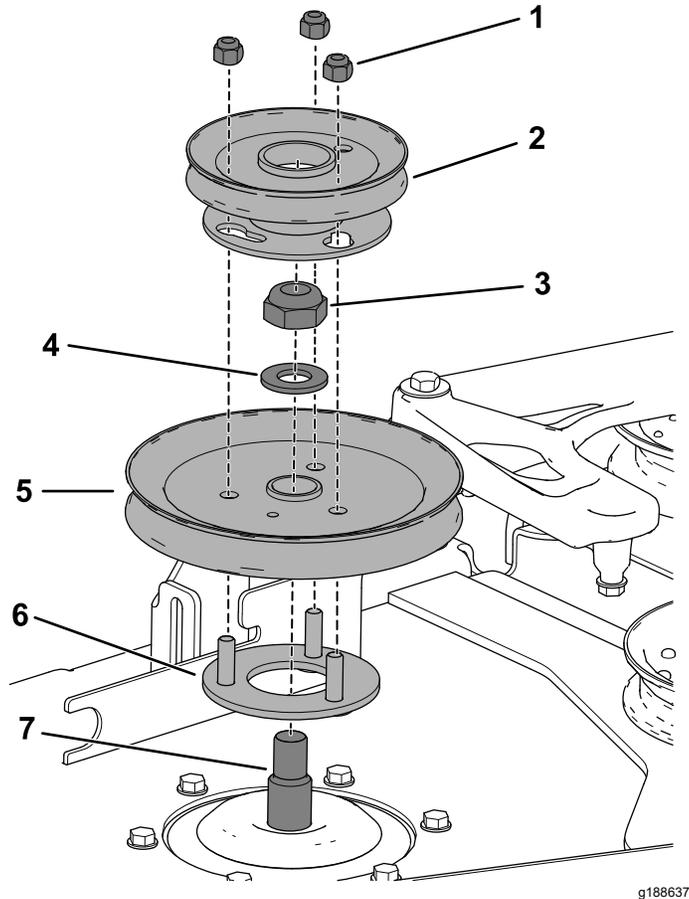

Figure 31
- A. Insérez les goujons filetés du support de poulie dans les trous de la poulie de plateau (Figure 31).
- B. Fixez la poulie de plateau à l'axe de pivot à l'aide du contre-écrou (3/4") et de la rondelle que vous avez mis de côté auparavant (Figure 31).
- D. Posez la poulie de ventilateur sur les goujons filetés et vissez légèrement le contre-écrou dessus (Figure 31).